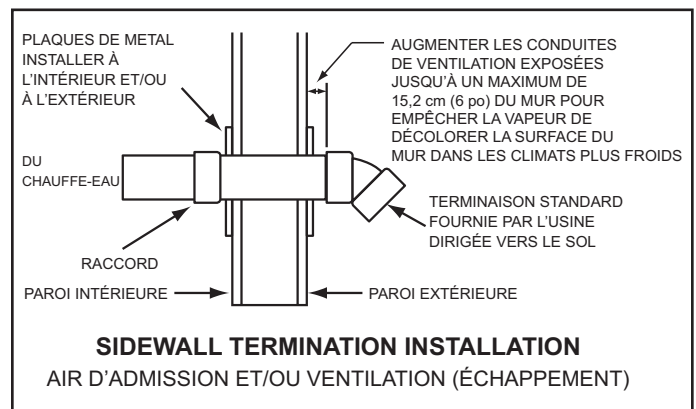

Figure 27
8. Couper une ou plusieurs longueurs de tuyau à installer de 8,9 cm (3,5 po) à 24,1 cm (9,5 po) plus longues que l'épaisseur de paroi à l'ouverture. Voir Figure 27.
11. En travaillant de l'extérieur, faire glisser le tuyau et la ou les terminaisons assemblées aux étapes précédentes à travers la paroi. S'assurer de diriger la ou les terminaisons vers le sol. Voir Figure 27.
15. Installer un accouplement à l'extrémité du ou des tuyaux à l'intérieur du bâtiment. Avant que le calfeutrage à la silicone n'ait eu le temps de prendre complètement, sortir du bâtiment et s'assurer que la ou les terminaisons sont toujours dirigées vers le sol. Voir Figure 27.